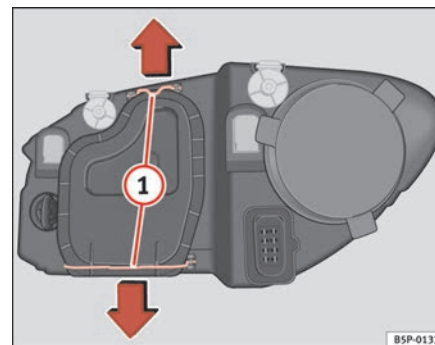

Fig. 178 Luz de cruce
- Desplace los tirantes ⇒ página 267, fig. 178 ① en el sentido de la flecha y saque la tapa.